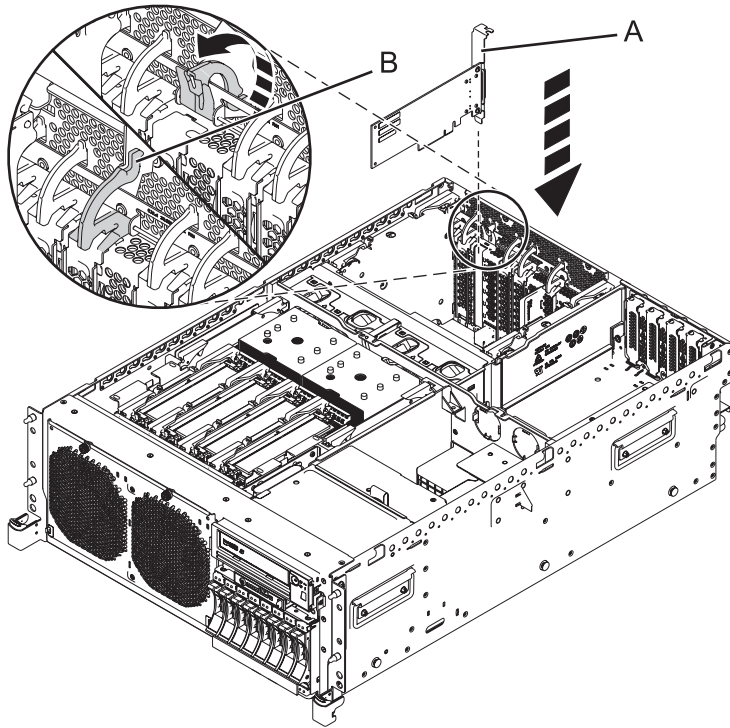

Figure 2. Installation d'une carte PCI dans une unité centrale montée en armoire
15. Saisissez avec précaution la carte par son bord supérieur ou sa contre-poupée (**A**) et alignez-la carte avec l'emplacement d'extension et son connecteur sur le fond de panier du système, comme indiqué dans la figure 2.